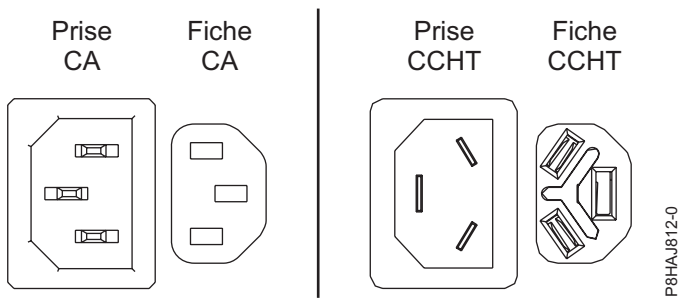
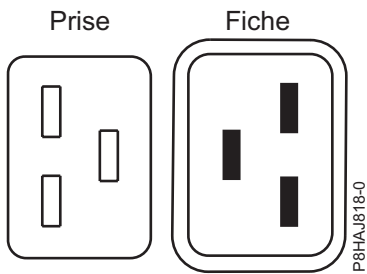
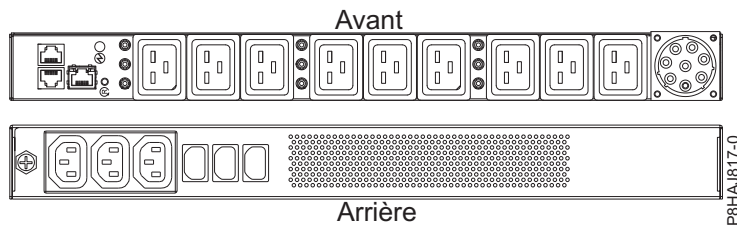

Figure 31. Connecteurs CA et CCHT
Figure 32. Connecteurs pour le système 8408-44E
Figure 33. Unité d'alimentation pour le système 8408-44E
La figure 31, à la page 49 représente les connecteurs pour courant alternatif (CA) et courant continu haute tension (CCHT) pris en charge. Les figure 32, à la page 49 et figure 33, à la page 49 illustrent les